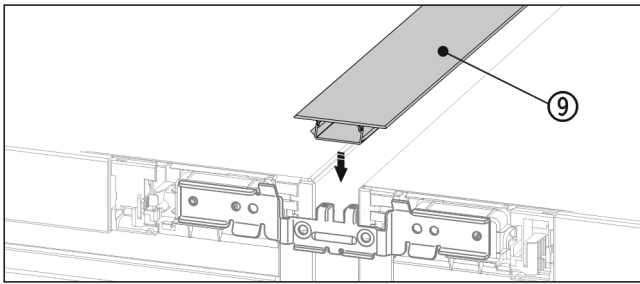

Fig. 21
- ▶ Viršutinėje pusėje į plyšį įsprauskite trumpą dengiamąją plokštelę Fig. 21 (9).